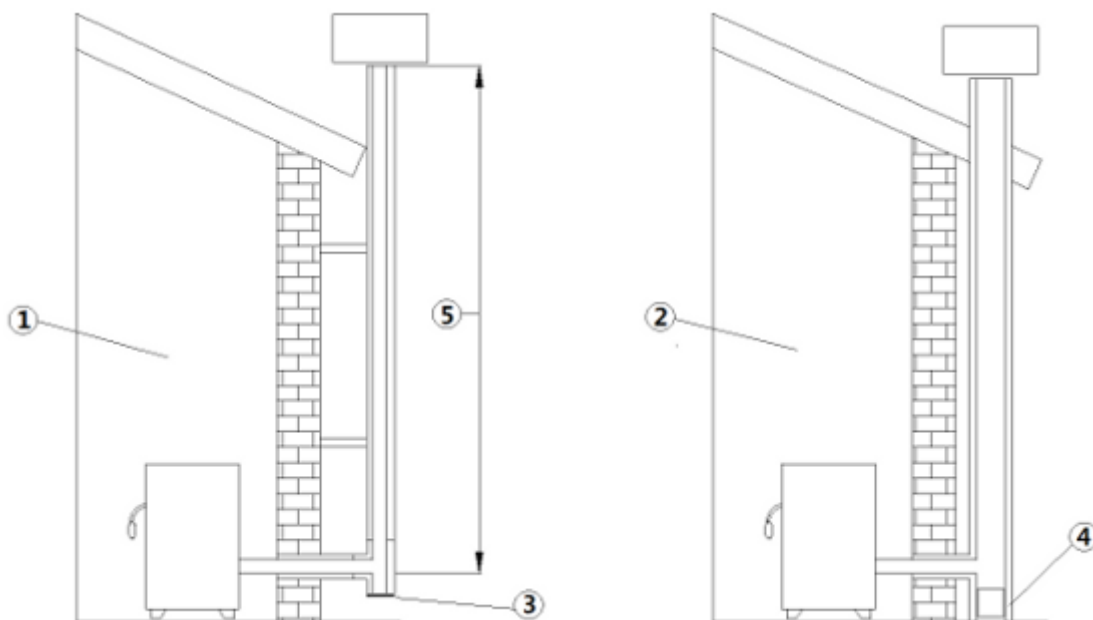

Fig. 2 - Conduit de fumées
LÉGENDE Fig. 2 à page 40
- Le conduit de fumées doit être simple (voir **Fig. 2 à page 40**) avec des tubes en inox isolés (1) ou raccordé à un conduit de fumées existant (2).
- Les deux solutions doivent avoir un "T" tampon (3) et/ou une trappe de contrôle (4).